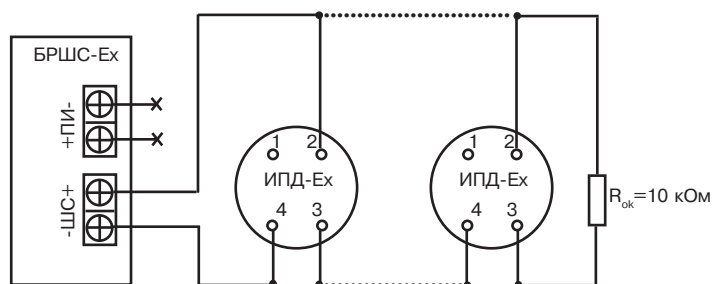

Рисунок 1 – Рекомендуемая схема подключения извещателя к БРШС-Ех (в один шлейф БРШС-Ех рекомендуется включать не более 10 извещателей)
5.2.3 Произведите монтаж монтажных проводов к клеммам контактов основания согласно схеме подключения (рисунок 1). Максимальная площадь поперечного сечения проводников – 0,75 мм².